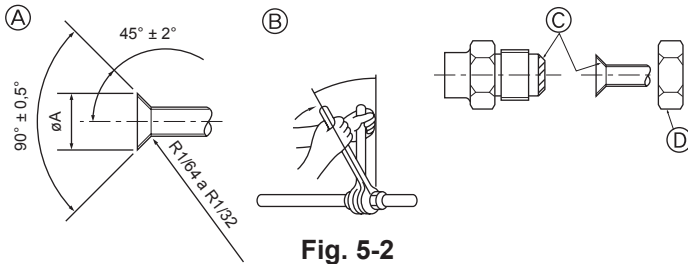

Fig. 5-2
5.2. Tubos de conexión (Fig. 5-2)